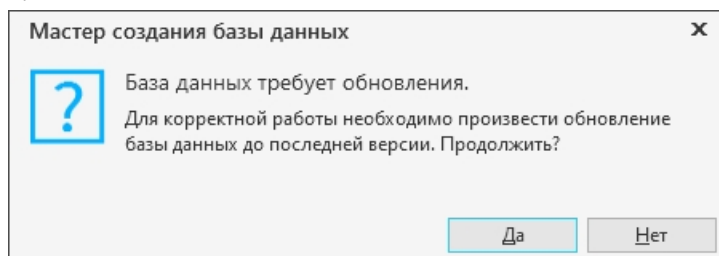

Рис. 4.55
- ◆ Если была выбрана существующая база данных актуальной версии, откроется окно с соответствующей информацией (рис. 4.55, а). Нажмите кнопку **ОК**.
- ◆ Если была выбрана база предыдущей версии (для Хранилища профилей или системы Нормирование материалов), откроется окно с предложением обновления базы до актуальной версии (рис. 4.55, б). Нажмите кнопку **Да**.